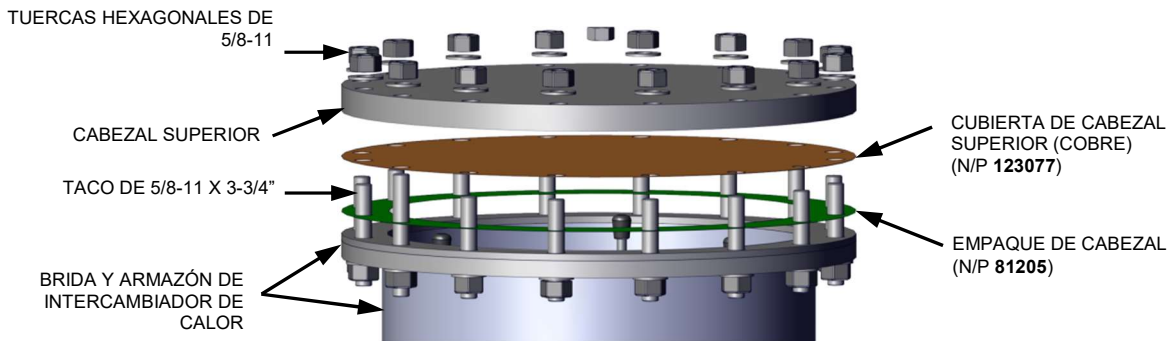

Figura 6-8: Configuración del cabezal del intercambiador de calor
La superficie de calentamiento del Intercambiador de calor se inspecciona retirando el cabezal superior (ver Figura 6-8). Antes de realizar la inspección, confirme que estén disponibles las siguientes piezas de reemplazo.
4. Consulte la Figura 6-8 que aparece a continuación, y retire las tuercas hexagonales y arandelas de 5/8-11 del cabezal superior; después, retire el cabezal superior, la cubierta de cobre del cabezal superior y los empaques.